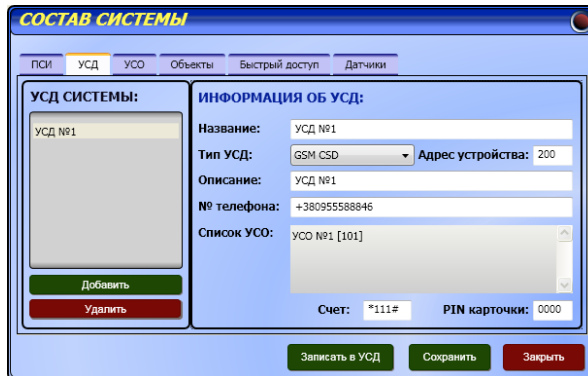

рис. 66
2.1.2 УСД (Устройство Связи Диспетчера (рис.66))